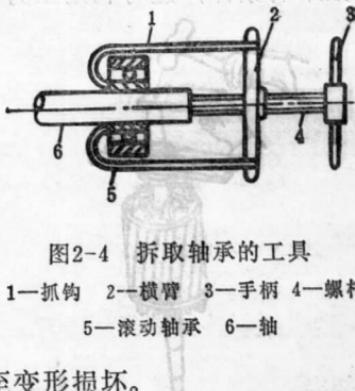

图2-4 拆取轴承的工具
(1) 利用专用工具（俗称拉脚、拿子、拉轮器）拆卸（图2-4）这是一种简单、实用的工具。它可以随着被拉轴承的直径，任意调节尺寸，只要旋动手柄，轴承就会慢慢地被拉出，但操作时要注意以下几点：